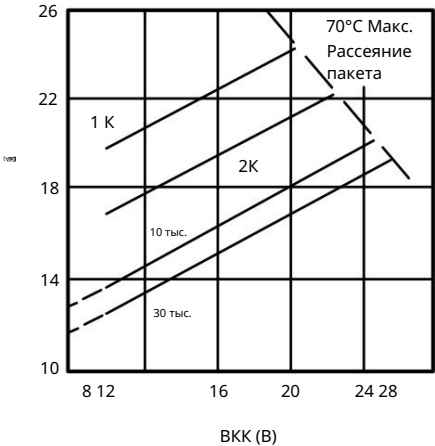

Рисунок 4. Ток питания в зависимости от напряжения питания, время, R
- 1 Выходная амплитуда прямо пропорциональна сопротивлению, R3, см. рис. 4. Резистор с